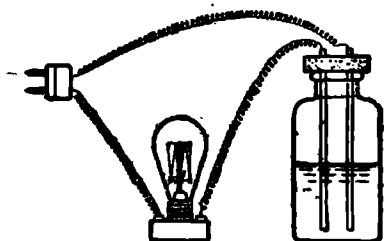

Рис. 254.
■ **Опыт 2.** В банку прибора, изображенного на рис. 254, влейте немного раствора поваренной соли, опустите в раствор вставленные в пробку две медные проволоки, электроды, и включите ток.